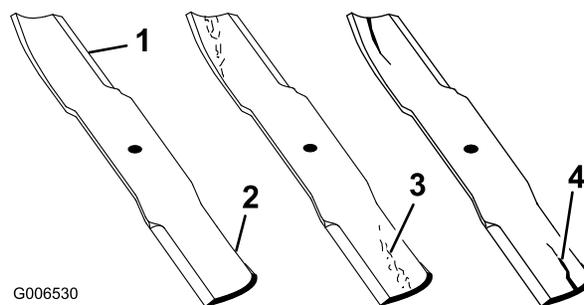

Figure 48
1. Examinez le tranchant des lames (Figure 48). Si elles ne sont pas tranchantes ou si elles présentent des indentations, déposez et affûtez les lames; voir Affûtage des lames.
2. Inspectez les lames, surtout la partie relevée (Figure 48). Remplacez immédiatement toute lame endommagée, usée ou qui présente une entaille (repère 3 de la Figure 48).